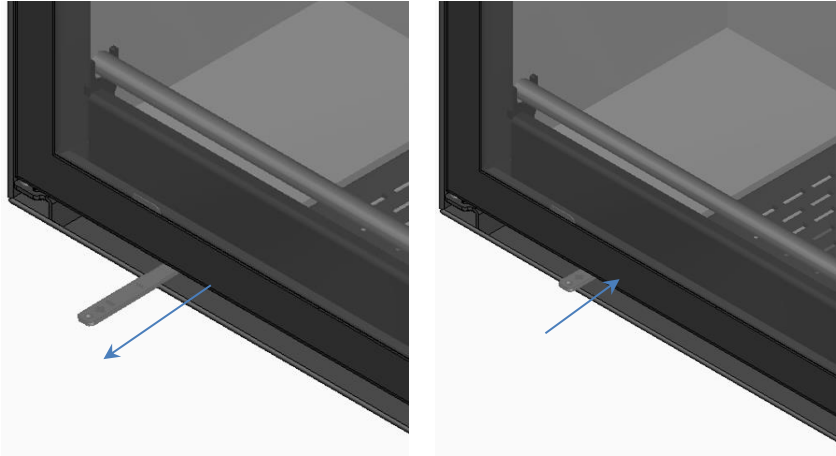

Figura 15 - Regulador de aire de combustión
* Para abrir - Tire del regulador con la llave que viene con el equipo, durante la fase de encendido y el mayor consumo de leña, Figura 15.